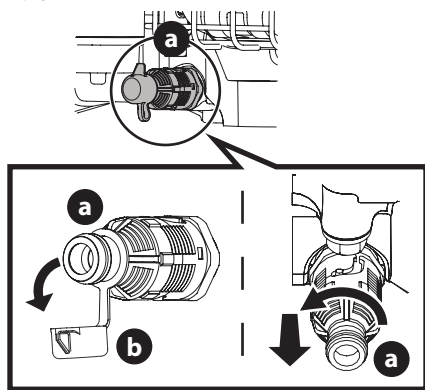

Figura 9
1. Ubique la válvula de drenaje de aceite (a) y coloque un recipiente adecuado debajo del tapón (Figura 9).
2. Saque la tapa de drenaje (b) (Figura 9).